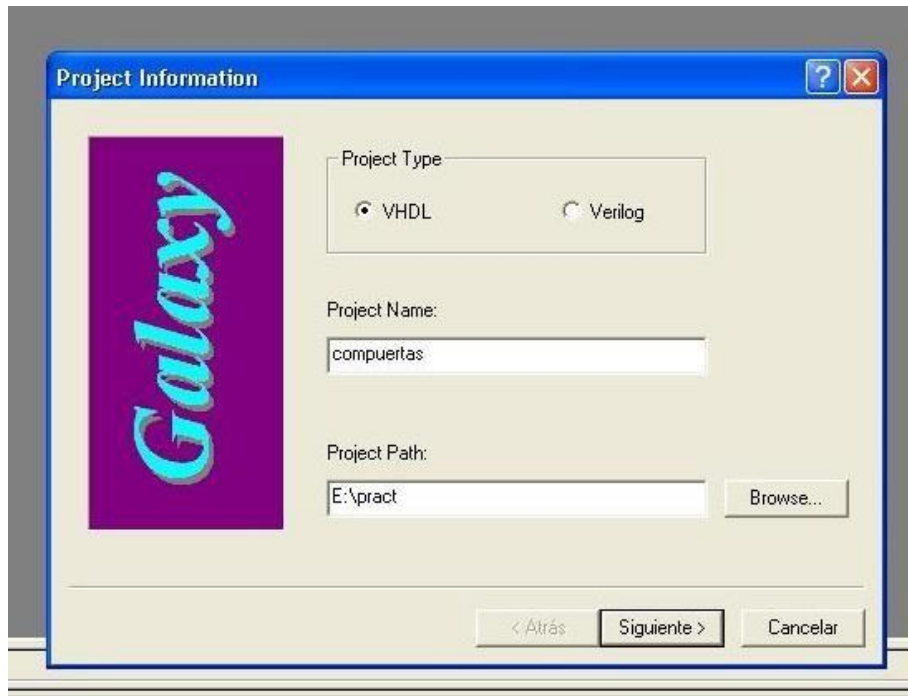

Figura 1. Nombre del proyecto (*compuertas*) y ruta.
- a) **File**→ **New**→ **Project [Target-Device]**. Esto abre una ventana, como se muestra en la figura 1, en donde se introduce la ruta en que se salvará el proyecto, el nombre de este (**compuertas para este caso**) y además se selecciona el lenguaje que se va a utilizar (VHDL o Verilog HDL). Se selecciona VHDL.